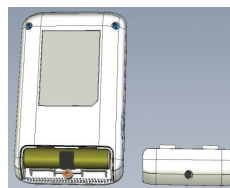
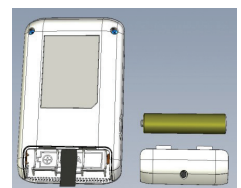

Fig. 1a
Fig. 1b
- 5.2.1. Um die Batterie einzusetzen/auszutauschen die Abdeckung des Batteriefaches an der Geräterückseite (Abb. 1a) aufschrauben und abnehmen. Durch Ziehen am Gewebestreifen die alte Batterie entfernen (es ist nur eine vorhanden); die neue Batterie einlegen und die Angaben zur Polarität im Batteriefach beachten (Abb. 1b). Abdeckung erneut aufsetzen und festschrauben.